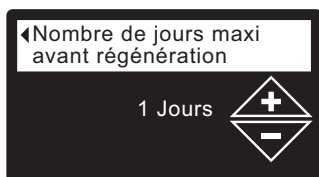

FIG. 50
5. Appuyez sur le sélecteur (O) pour afficher l'écran Nombre de jours maxi av.. (cf. Figure 50).